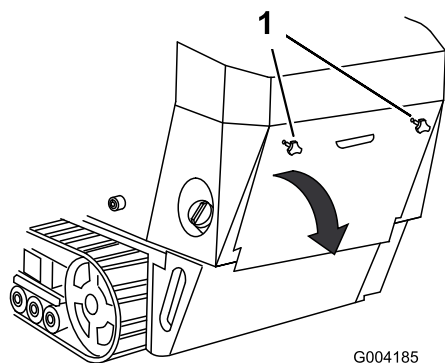

Figura 29
1. Svitare le due manopole che fissano il portello di accesso posteriore alla macchina (Figura 29).
2. Inclinare il portello di accesso posteriore verso il basso e rimuoverlo per accedere ai componenti interni (Figura 29).